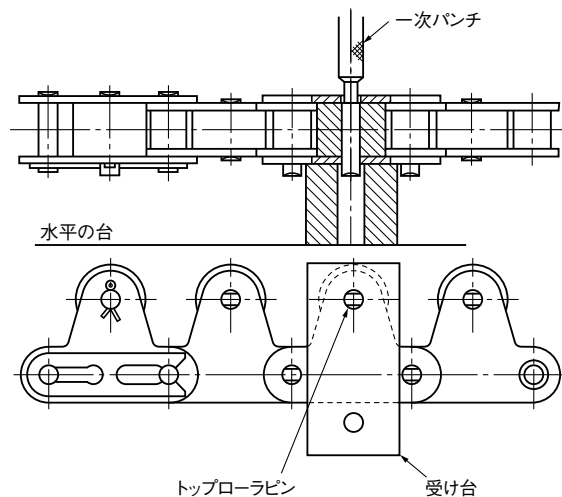

図16. トップローラピンの抜き方
- 5) 次にトップローラピンを抜くために、「受け台」を図16セット替えます。(外リンクにトップローラが付いていない場合には、この作業はありません。)